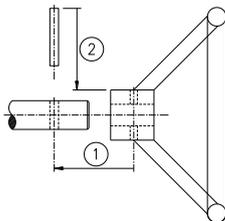

Figura 5: Montaggio del volantino
2. Si consiglia di montare un volantino sull'albero d'ingresso, prima di assemblare il riduttore con la valvola (vedere Figura 5).